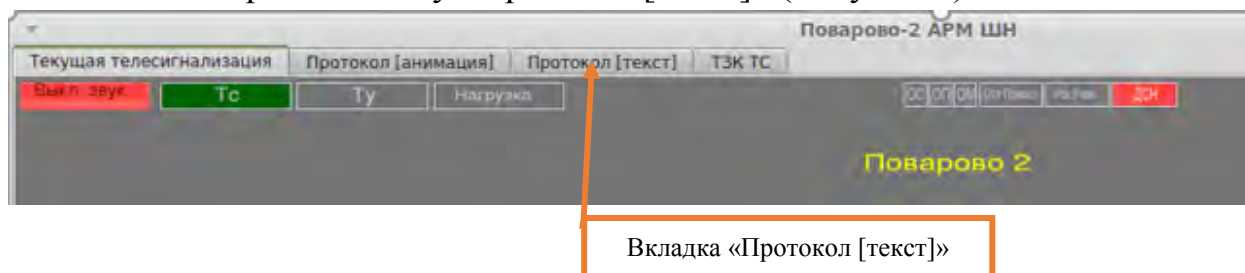

Рисунок 3. Вкладка «Протокол [текст]».
7.1.2. Выбрать вкладку «Протокол [текст]» (Рисунок 3).